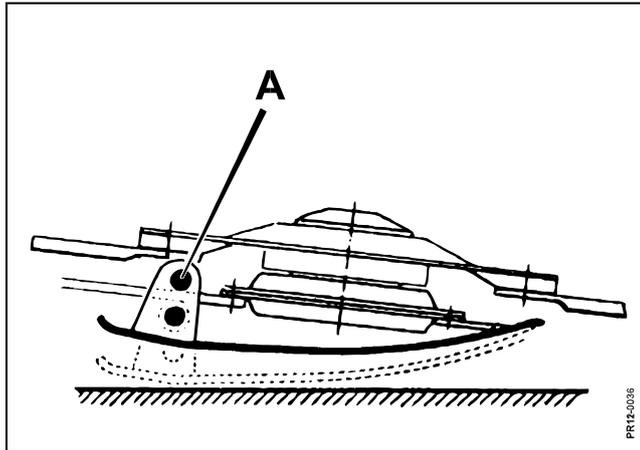

Fig. 3-5
- Fig. 3-5** 2) Ajuste la **altura del forraje** mediante las zapatas de guía y la regulación de la inclinación de la barra de corte.
(Fig. 3-5).